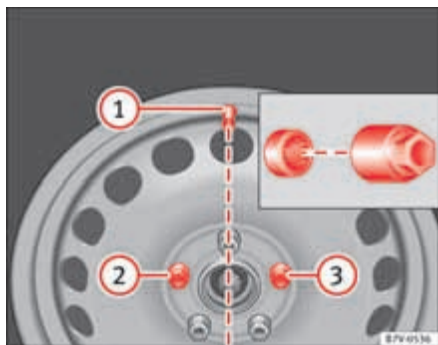

Abb. 179 Radwechsel:
Vor dem Anbringen der Radvollblende muss die Anti-Diebstahl-Radschraube an Position ⇒ Seite 318, Abb. 179 ② oder ③ eingeschraubt sein. Die Radvollblende kann sonst nicht montiert werden.
Die Radvollblende muss so auf die Felge gedrückt werden, dass der Ventilausschnitt über dem Reifenventil ⇒ Seite 318, Abb. 179 ① sitzt. Beim Anbringen der Radvollblende darauf achten, dass die Blende sicher am gesamten Umfang einrastet. ■
Die Anti-Diebstahl-Radschraube muss bei einem Rad mit Radvollblende an Position ⇒ Abb. 179 ② oder ③ eingeschraubt sein. Die Radvollblende kann sonst nicht montiert werden.
- Die Anti-Diebstahl-Radschraube mit dem Adapter an Position ⇒ **Seite 318, Abb. 179** ② oder ③ im Uhrzeigersinn einschrauben und leicht festziehen.